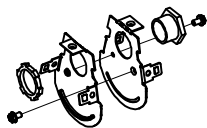

Figure 7: Réunissant
- 2) Retirer rejoindre endcaps et retirer KOs. Fixer les embouts avec (2) vis de 4mm et (1) taille 16 chase mamelon pour créer l'assemblage menuisier comme le montre la Fig 7.